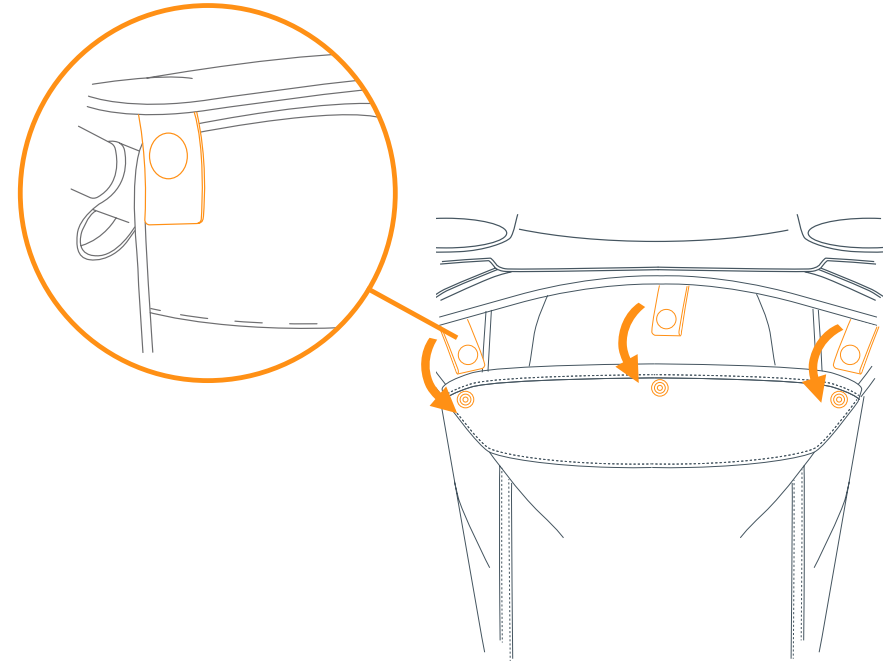

Fig.10c
- **NOTE:** Check the following steps (Fig. 10b through Fig. 10c) to ensure all installations. Adjust only if needed. Wrap the elastic around the stroller frame to band and catch. On both sides of the canopy, attach the hook and loop (Fig. 10b).
- **NOTA:** Compruebe los siguientes pasos (Fig. 10b a Fig. 10c) para asegurar todas las instalaciones. Ajuste solo si es necesario. Envuelva el elástico alrededor del marco del cochecito para atar y atrapar. A ambos lados del dosel, conecte el gancho y el lazo (Fig. 10b).
- Use the buttons to attach the straps to the rear of the seat fabric (Fig. 10c).
- Use los botones para sujetar las correas a la parte trasera de la tela del asiento (Fig. 10c).